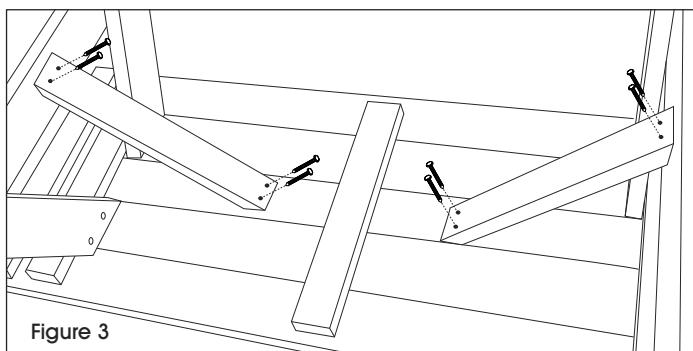

Figure 3
7. Assurez-vous que les pattes sont perpendiculaires au dessus de table pour que le dessus de table soit bien de niveau. Prépercez des trous à l'aide de la mèche de perceuse de 1/8 po et fixez les renforts de soutien diagonaux aux traverses et au dessus de table préassemblé à l'aide de quatre vis à bois de 2 1/2 po. (Voir Figure 3)